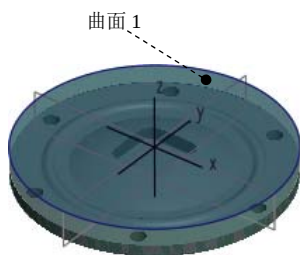

图 19.4.6 所需选择的参照平面
Step3. 设置机床坐标系。在“设置：操作”操控板单击  按钮, 在弹出的菜单中选择  命令, 系统弹出“坐标系”对话框。按住 Ctrl 键依次选择 NC_ASM_RIGHT、NC_ASM_FRONT 基准面和图 19.4.6 所示的模型表面作为创建坐标系的三个参照平面, 单击 **确定** 按钮完成坐标系的创建, 返回到“设置：操作”操控板。单击  按钮, 此时系统自动选择了新创建的坐标系 ACS0 作为加工坐标系。